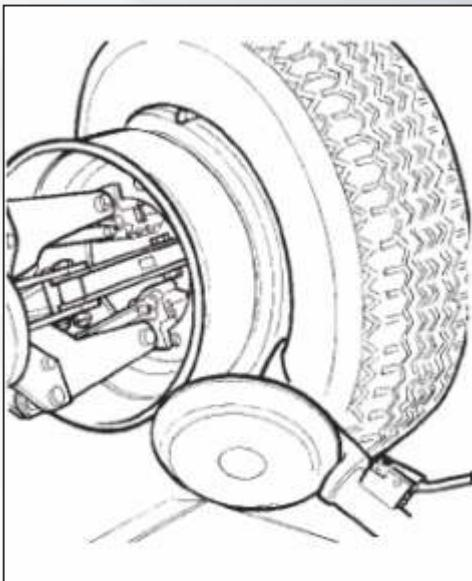

Рисунок 21
- 4) Перемещайте съемный рычаг вперед, пока красная точка не будет на одной линии с внешним краем диска на расстоянии 5 мм от него (см. рис.21). Установите переносной блок управления в рабочее положение «c».
- 9) Поверните рычаг на 180° при помощи рукоятки (см. рис.21).